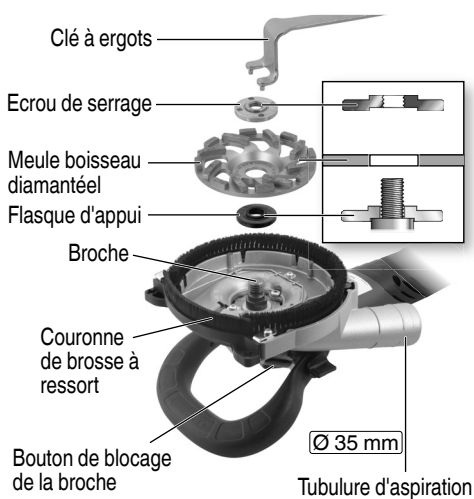

Fig. 3
1. Bloquer la broche (Fig. 3)
2. Fixation / retrait de la meule boisseau diamantée (Fig. 3)